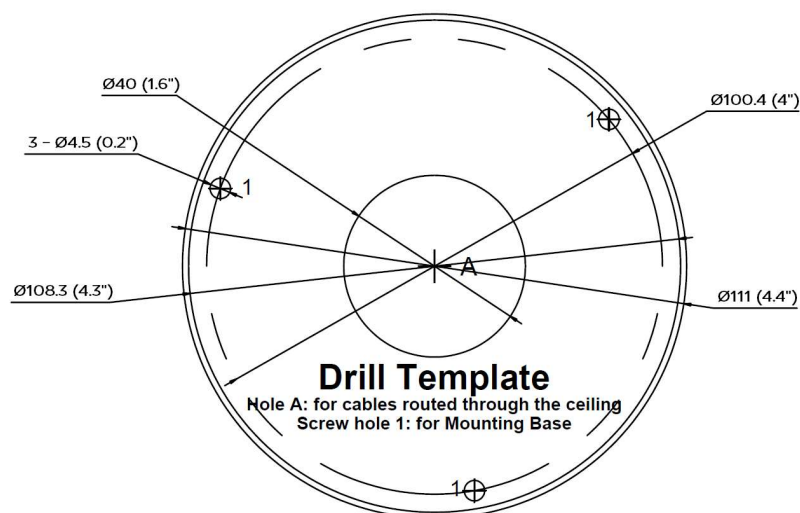

Рисунок 3. Внешний вид трафарета для разметки крепления
1. Приложите трафарет для разметки крепления камеры (см. рис. 3 ниже) к поверхности на которую планируется установка камеры и отметьте места для креплений. В соответствии с разметкой трафарета, с помощью дрели просверлите в потолке отверстия для саморезов и кабеля.